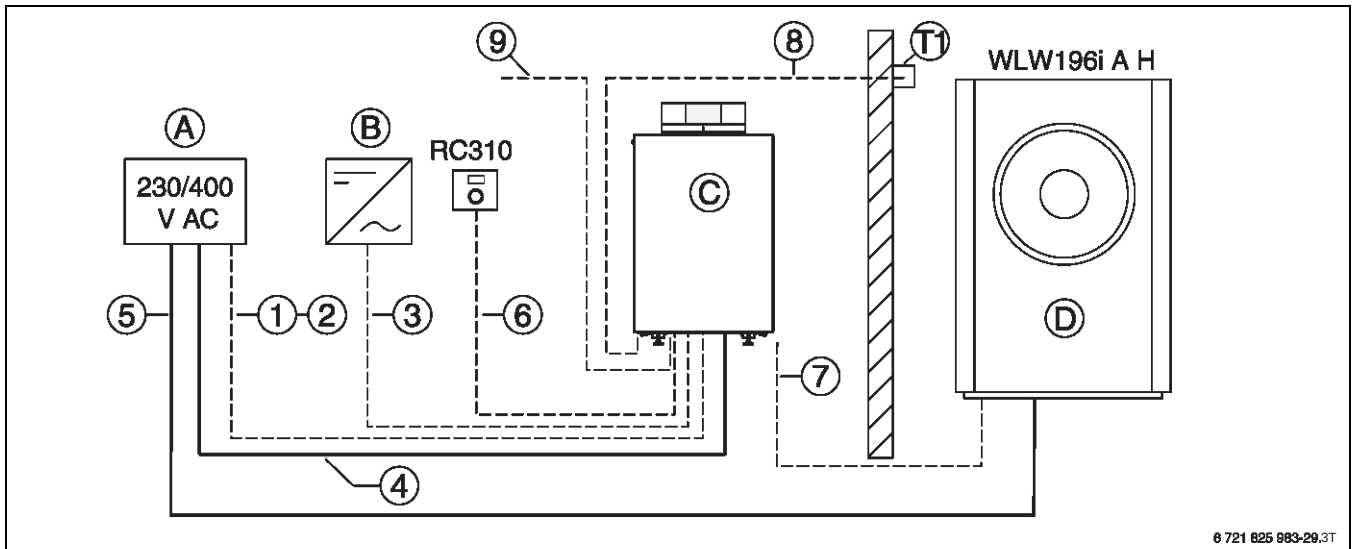

Bild 52 Übersicht der elektrischen Leitungen
1) CAN-BUS LiYCY (TP), Ø 2 × 2 × 0,75 mm²
2) → Bild 52, [5], Seite 69
Tab. 56 Legende zu Bild 52